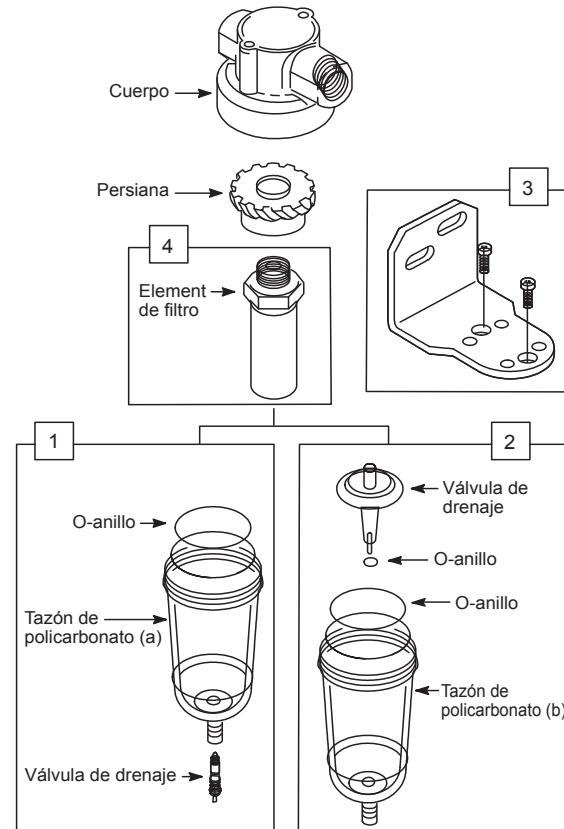

figura 2
INSTRUCCIONES DE OPERACIÓN (Ver Figura 2)
- 1 Desmontaje (Ver figura 2)**
- Desmontar en general de acuerdo con las partes ilustradas en la Figura 2. No quite el drenaje a menos que el reemplazo es necesario. Extraer y sustituir sólo si el mal funcionamiento de drenaje o la conversión de drenaje automático (4ZK17A).
- 2 Limpieza (Ver figura 2)**
- 3 Montaje (Ver figura 2)**
- Ensamble de filtro como se muestra en la Figura 2.